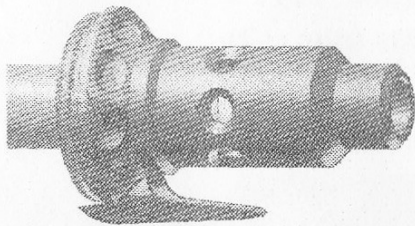

Рис. 7
2. Закрутить надульник до упора, предварительно смазав уплотнительное кольцо передней заглушки, в которое он упирается (рис.7).